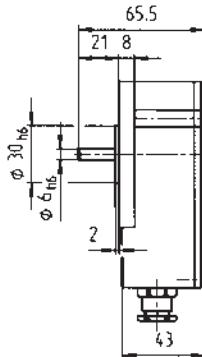

Fig. 30
**Drahtdrehwiderstand Typ****ERPD0005K0006W (PW 70 A) (Fig. 30)**
**Rotary potentiometer****ERPD0005K0006W (PW 70 A) (fig. 30)**
**Potentiomètre bobiné type****ERPD0005K0006W (PW 70 A) (fig. 30)**